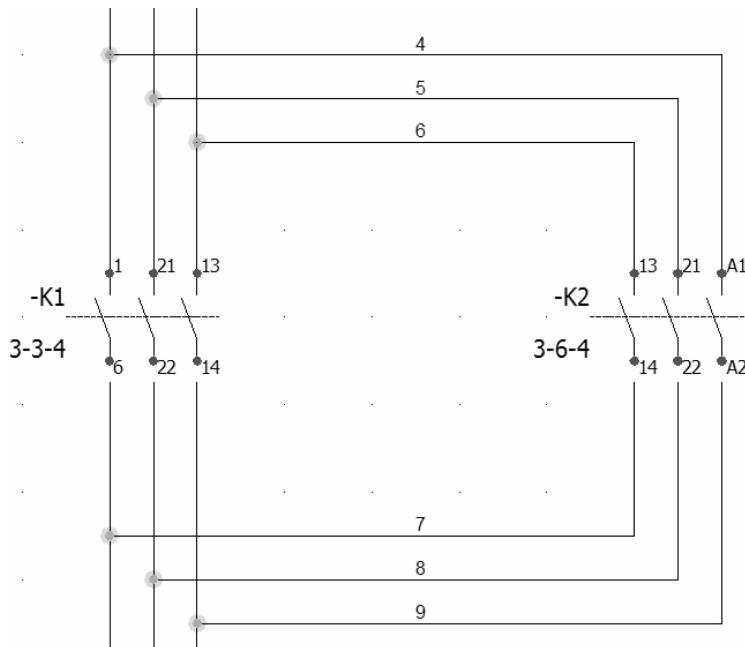

图 4-13 查看结果
**步骤 23 查看结果** 选择图纸 02、文件集 1-Document book，单击【打开】，缩放到 3 极电源触点-K1，在页面中心的左侧，如图 4-13 所示。